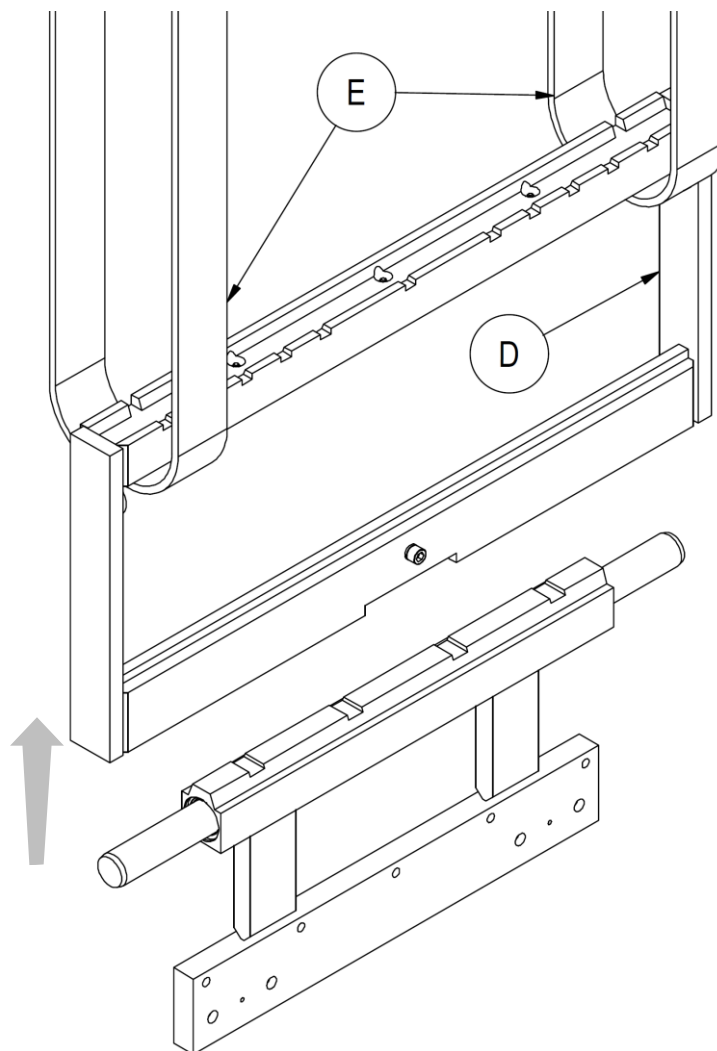

Figura 3
6. Retirar el cuerpo móvil **D** con la ayuda de bandas **E** del tamaño adecuado al peso de la estructura (como en *Figura 3*), levantándolo con un puente grúa de capacidad adecuada.
2. Retire la parte móvil con la ayuda de bandas adecuadas, como indicado en la *Figura 3*, a pag. 10.